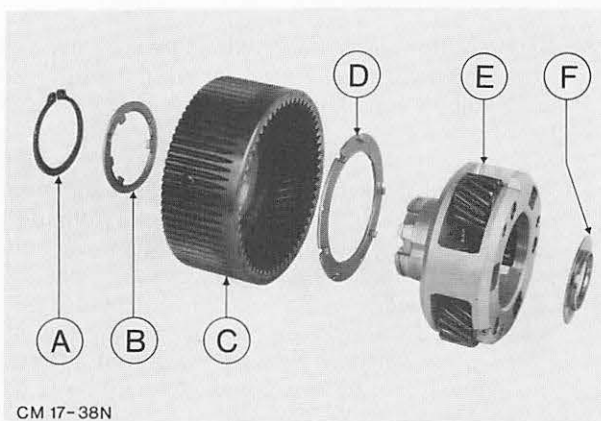

Abb. 75 Vorderer Planetensatz zerlegt
28. Sprengring, Planetenträger — Hohlrad entfernen und Anlaufscheibe Nr. 4 entnehmen. Planetenträger vom Hohlrad trennen und Anlaufscheibe Nr. 5 entfernen. Abb. 75.